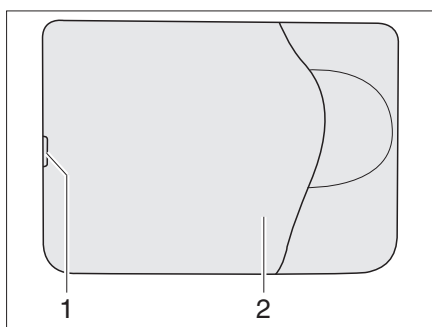

Fig. 105 Plafoniera
- Sollevare e rimuovere verso sinistra con precauzione la copertura (Fig. 105,2) con l'ausilio di un utensile appropriato (p. es. un cacciavite) agendo sull'intaglio (Fig. 105,1).